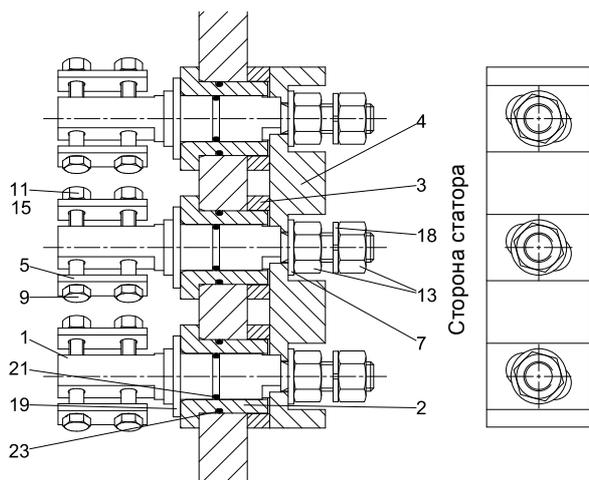

Рис. 7 Клеммная колодка для насосов, изготовленных в период с 1995 по 1997 год, типоразмеры 74 и 78
1. Отсоедините кабели от стороны кабеля, удалив гайки (11), болты (9), шайбы (5) и пружинные шайбы (15). См. рис. 7.
2. Отсоедините кабели со стороны статора, удалив гайки (13) и пружинные шайбы (18).
3. Удалить гайки (13) и стопорные пластины (8).
4. Удалить пластиковые шины (4) и шайбы (3).
5. Снять шайбы (19).
6. Удалить медные шпильки (1) и втулки (2) вместе с кольцами уплотнения (21 и 23).